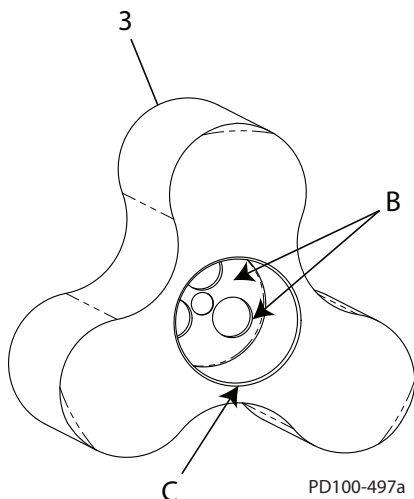

Figure 55 - Détails concernant le rotor
1. La rainure de l'arbre des rotors (Figure 55, objet 3) doit être propre et exempte de bavures et débris (Figure 55, objet B). Le chanfrein de l'arrête (objet C) doit être exempt de bavures pour éviter d'endommager les joints toriques.